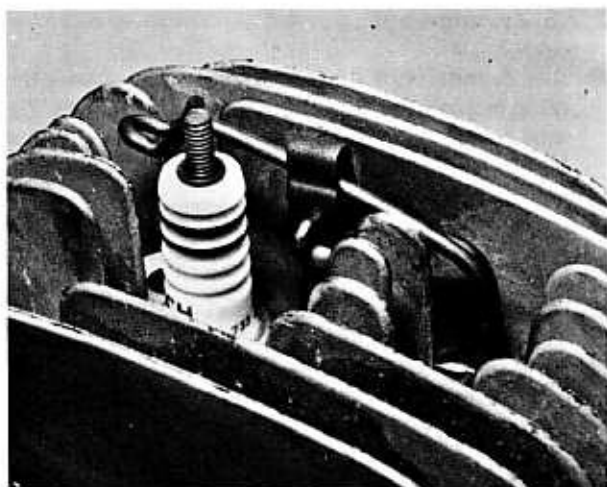

Bild 29
- Den Splint entfernen, mit dem die Klammer am Ventilschaft befestigt ist (Bild 29), die Haarnadelfeder mit der Klammer abheben und die Ventilfeeder mit dem oberen und unteren Federteller ausbauen (Bild 30). Dann kann das Ventil nach innen gestossen und von der Brennraumseite her eingebaut werden (Bild 31).